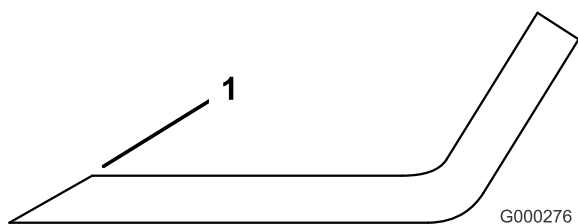

Figura 81
1. Utilice una lima para afilar el filo de corte en ambos extremos de la cuchilla (Figura 81). Mantenga el ángulo original. La cuchilla permanece equilibrada